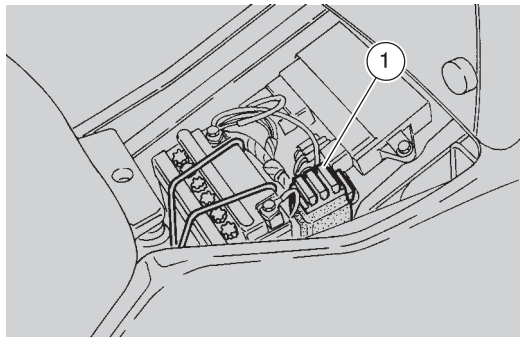

Abb. 53
- eine Sicherung (1-Abb. 53) nach der anderen herausziehen und prüfen ob sie durchgebrannt sind;